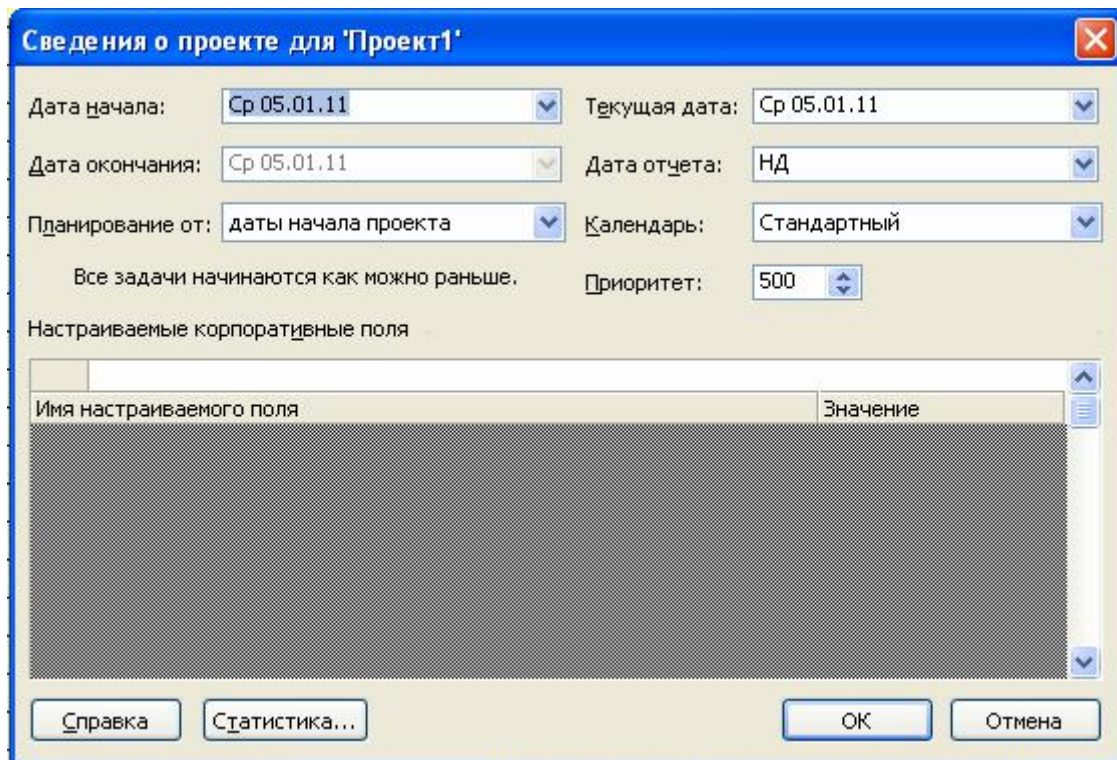

Рисунок 4.3 - Диалоговое окно "Сведения о проекте"
2. Установить параметры проекта автоматизации в целом. Для этого необходимо командой меню **Project-Project Information (Проект-Сведения о проекте)** открыть диалоговое окно **Project Information (Сведения о проекте)**, в котором можно определить его общие характеристики (см. рисунок 4.3).